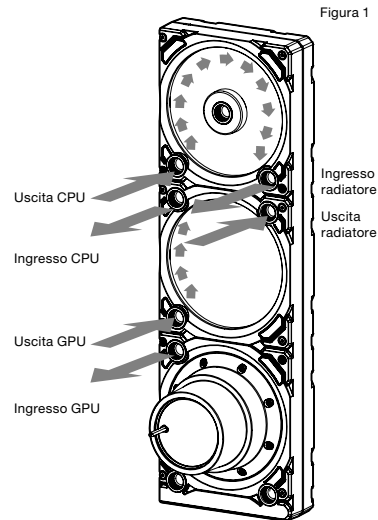

Figura 1
1. Individuare le porte corrette. È necessario utilizzare le porte corrette, come illustrato nell'immagine (vedere Figura 1).